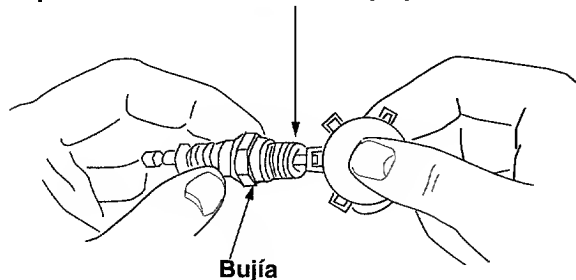

Figura 11
- Limpie la bujía y ajuste la separación a .030" una vez por temporada por lo menos o después de cada 50 horas de operación. Vea la figura 11. Se recomienda el reemplazo de la bujía al comienzo de cada temporada. Refiérase a la lista de piezas del motor para el tipo correcto de bujía.